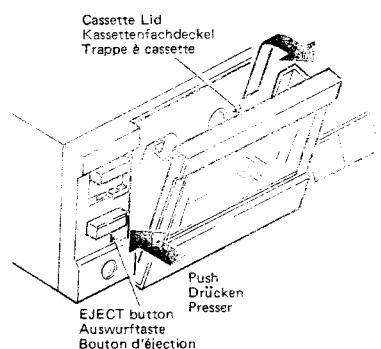

Fig. 2 Abb. 2
#### (3) Cassette lid (Fig. 2)
#### (3) Kassettenfachdeckel (Abb. 2)
#### (3) Trappe à cassette (Fig. 2)